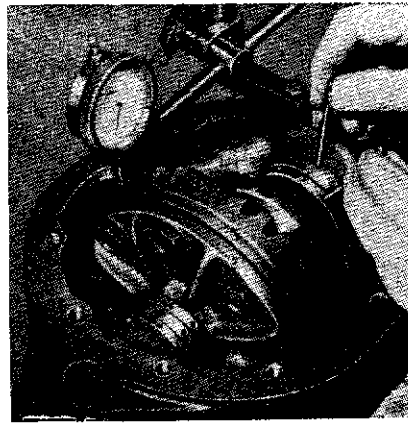

Fig. 51. — Réglage du jeu latéral du différentiel
• Placer l'ensemble différentiel et jauges dans le carter de pont comme indiqué à la fig. 51 (le jeu de jauge marqué T sera placé côté couronne).